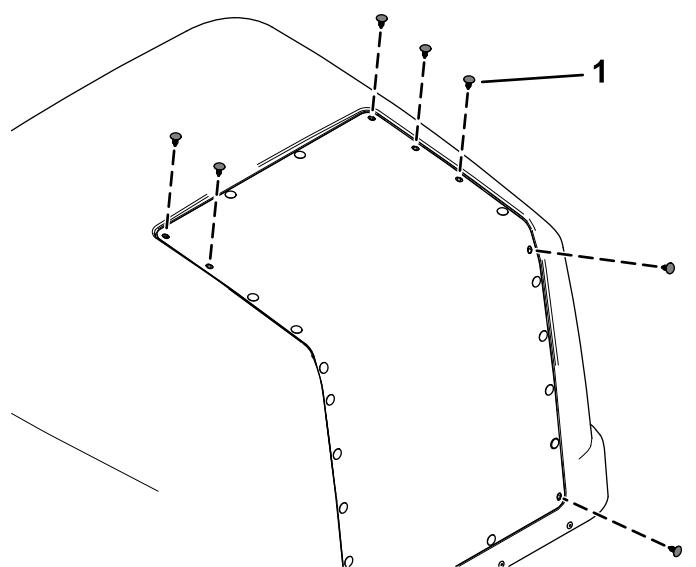

Figura 28
8. Remova os sete tampões de plástico mostrados na Figura 28 do capot.